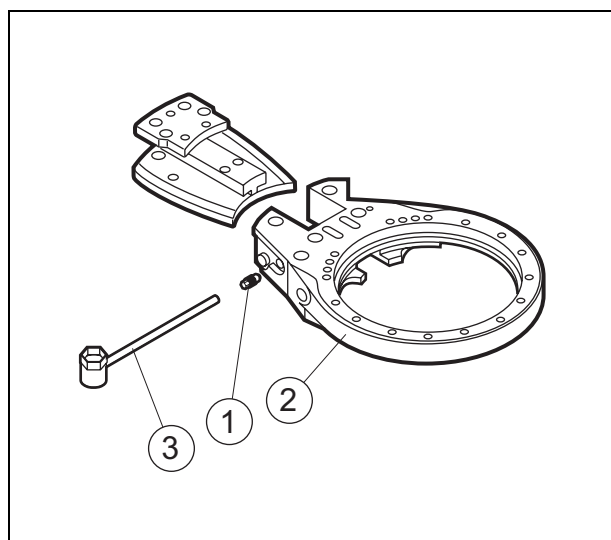

Fig. 12 Purge de système de tension de chaîne
Utiliser l'outil P/N 0704040, (3) Voir Fig. 12.
6. Fermer la soupape de purge (1). Puisqu'il n'y a pas de chaîne de scie d'installée, le piston pour le tensionnage se déplacera vers la position externe et s'y maintiendra. Répéter ce procédé après environ 30 minutes de fonctionnement.